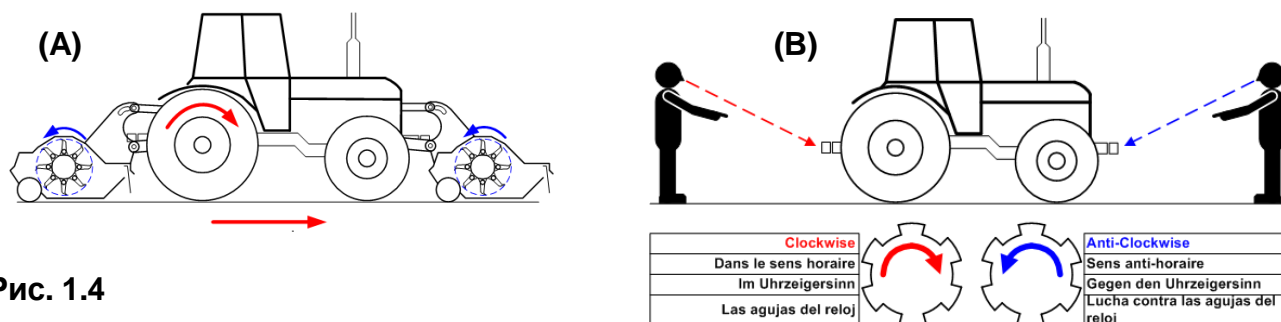

Рис. 1.4
При нормальных условиях резания вращение ножей в косилке будет противоположным вращению ведущего колеса трактора. Это будет определено как «Обратное вращение» 'Reverse rotation' (RR). См. Рис.1.4(A).
Это соглашение также распространяется на определение вращения привода ВОМ от приводного двигателя, см. Рисунок 1.4 (B), если машина приводится в действие от ВОМа.